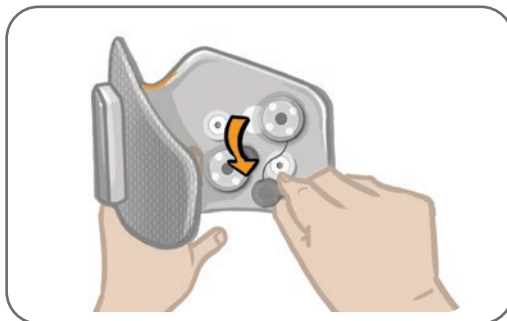

Figure 8-8 : Retrait des bases d'électrodes usagées
3. Déconnectez les pressions des bases d'électrodes des prises. Reportez-vous à la figure 8-8.
4. Retirez les bases d'électrodes usagées de la jambière. Reportez-vous à la figure 8-8.